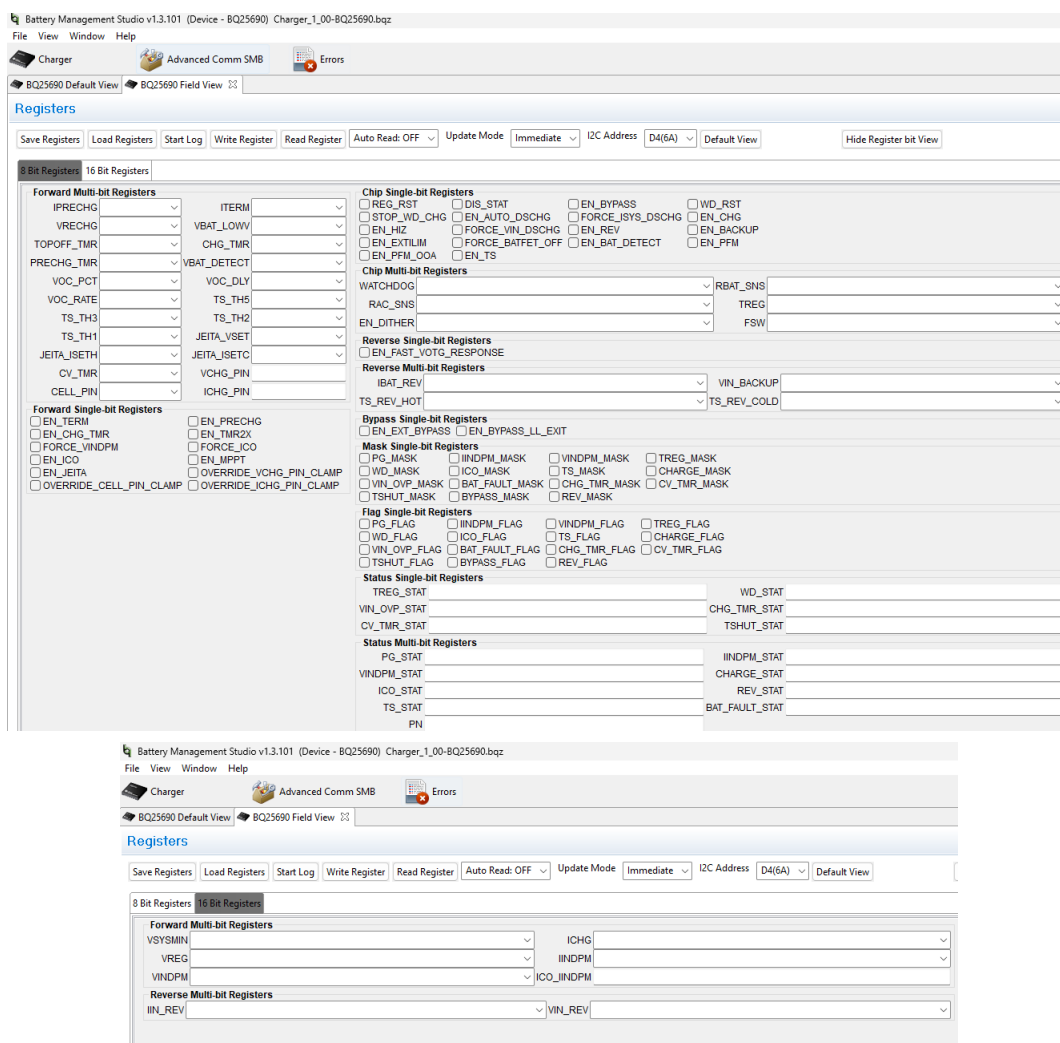

図 3-2. BQ25690 評価基板ソフトウェアの 8 ビットおよび 16 ビットレジスタタブのフィールドビュー
3. 表示されるウィンドウのリボンの右側で  を選択すると、BQ2569x 評価基板ソフトウェアのメイン ウィンドウが図 3-2 のように表示されます。